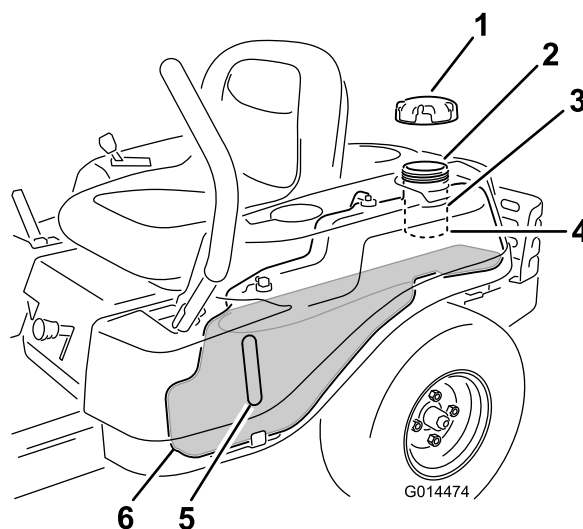

Figure 9
Remarque: Vous pouvez utiliser le regard pour vérifier la présence d'essence avant de faire le plein (Figure 9).
2. Versez **lentement** de l'essence sans plomb ordinaire jusqu'à ce que le niveau atteigne le bas du goulot de remplissage (Figure 9).